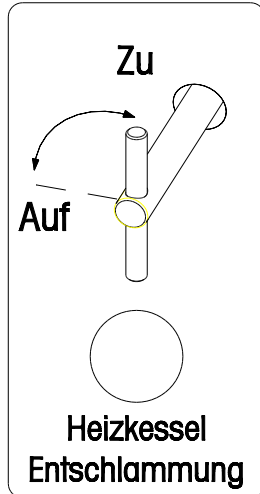
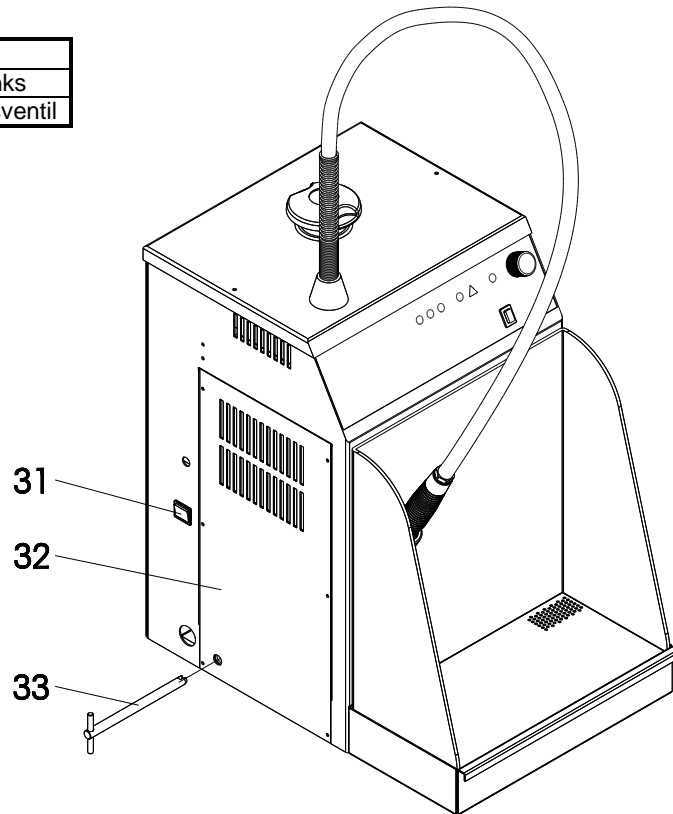

Abb. 8: Steckschlüssel
Abb. 9: Geräteansicht von links
(siehe Seite 9 Abb. 8 u. 9)
3. Ablassventil mit dem Schlüssel (33) öffnen, siehe Abb. 8, um Heizkessel vollständig zu entleeren.
9. Ablassventil mit dem Schlüssel (33) öffnen, siehe Abb. 8 und Abb. 9, um den Heizkessel vollständig zu entleeren.